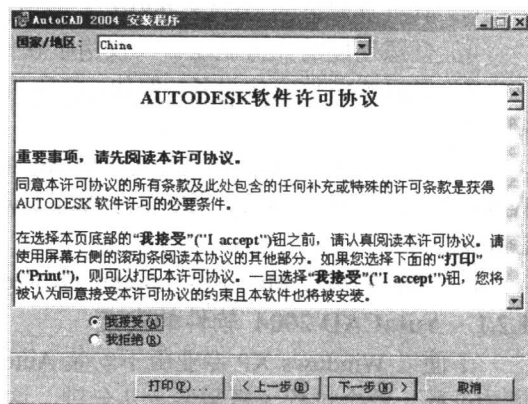

图 1-3 “软件许可协议”窗口
④ 单击“下一步”按钮，打开如图 1-3 所示的“软件许可协议”窗口，在该窗口中，首先单击“我接受”单选按钮，这样“下一步”按钮才变为黑色的可选状态。